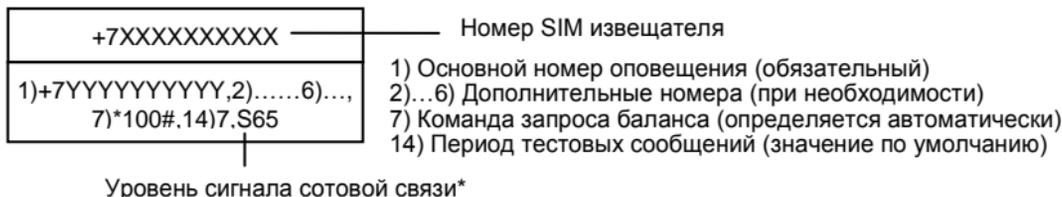

Рис.4 Пример SMS с настройками
- **SMS с настройками** (п.2.3 и рис.4).
4. По истечении 40 секунд после последнего звонка прозвучит одиночный звуковой сигнал и извещатель перейдет в режим «Самотестирования», затем в «Дежурный» режим. Дождитесь SMS с настройками на основной телефон оповещения (рис.4). Извещатель готов к работе! Остальные настройки Вы можете отредактировать позже (если в этом будет необходимость).
- удерживая извещатель непосредственно в выбранном месте, включите питание и дождитесь SMS с настройками и уровнем сигнала сотовой связи (рис.4);